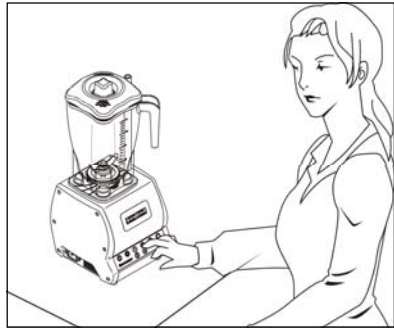

ABB. Nr.8 - Korrekte Position
Bevor man die Endprüfung des Mixers durchführt, muss sichergestellt werden, dass sich der Becher in der richtigen Position befindet, d.h. die Mikroschalterhalterung muss sich im Aktionsbereich (siehe ABB. Nr. 8) befinden, daraufhin überprüft man die Funktionstüchtigkeit auf folgende Weise:
- 5 Eine korrekte Position einnehmen, um Unfälle zu vermeiden (siehe *ABB. Nr.8*): das Motorgehäuse muss senkrecht zur Arbeitsebene stehen, die Hände dürfen die Gerätebauteile nicht eindrücken oder die Gerätebewegungen behindern.